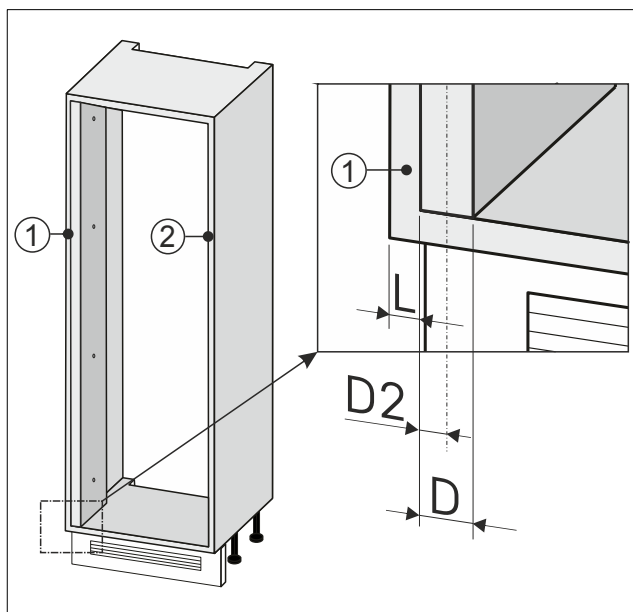

Fig. 94
- ▶ Zabeležite polovično širino Fig. 94 (D2) izravnave stene.